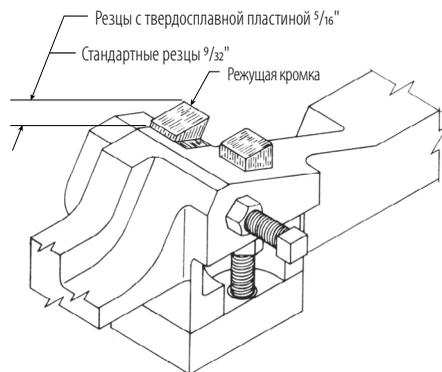

РИС. 4
2. Вставьте резец в державку режущей кромкой в сторону маховика подачи наружных поддерживающих роликов станка. Смотрите Рис. 4.
5. Проверьте длину вылета реза. Новые резцы устанавливаются заподлицо с державкой. Смотрите Рис. 4. Смотрите Примечание. Высокоскоростные резцы должны иметь вылет $\frac{1}{32} + \frac{1}{32}$, -0, измеренный между режущей кромкой реза и державкой. Смотрите Рис. 4. «Вылет реза». Если вылет не соответствует техническим характеристикам, смотрите порядок действий при регулировке вылета реза.
3. Отрегулируйте вылет реза, поворачивая установочный винт шлицевой отверткой. При повороте установочного винта по часовой стрелке вылет реза увеличивается. При повороте установочного винта против часовой стрелки вылет реза уменьшается. При уменьшении вылета может потребоваться придвинуть резец к установочному винту. ½ оборота установочного винта увеличивает или уменьшает вылет реза на 0,8 мм ($\frac{1}{32}$). Смотрите Рис. 4.